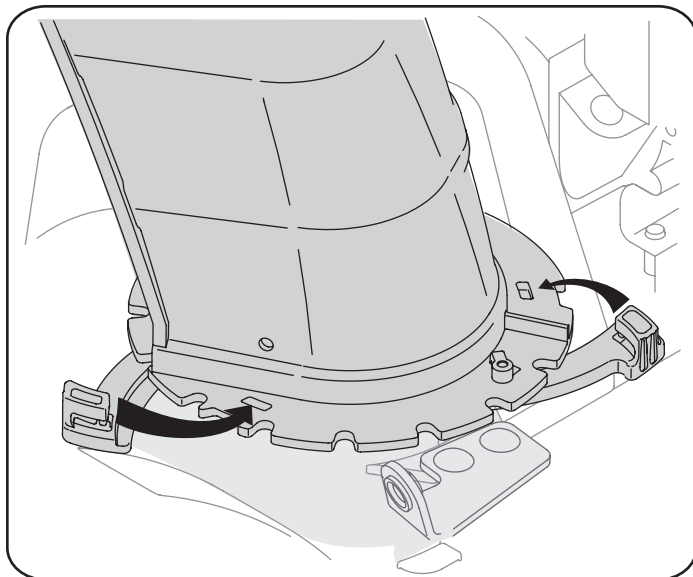

Figura 4
4. Cierre los fijadores de la brida para asegurar el montaje del canal a la base del canal. Vea la figura 4. Los fijadores de la brida emiten un chasquido cuando están bien asegurados.